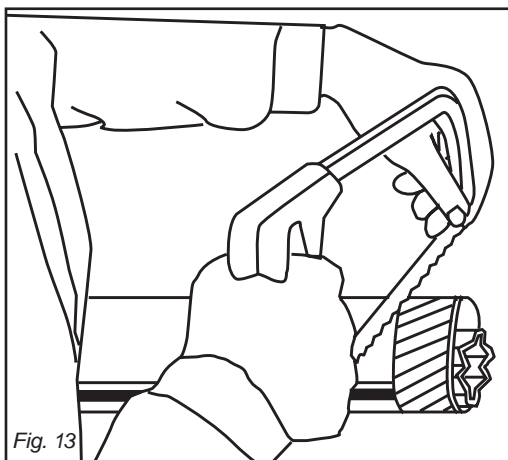
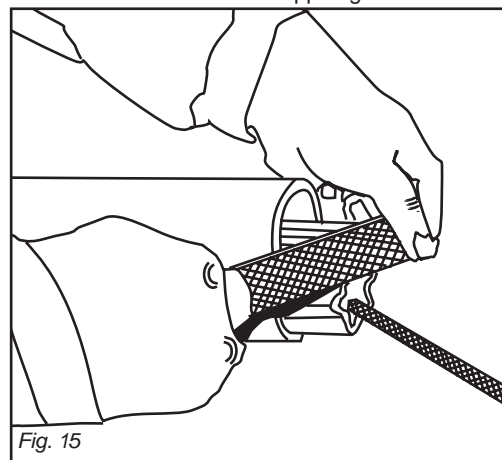
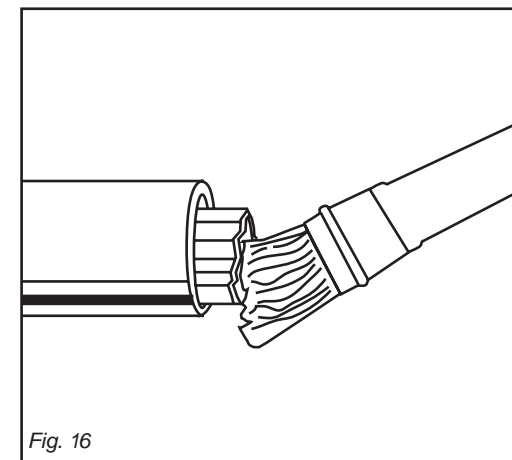

Fig. 13
Fig. 15
Fig. 16
- Shorten the sliding tubes by the same extent (Fig. 13 and 14), deburr and trim (Fig. 15), then grease the inside of the outer tube (Fig. 16).
- Die Gleitrohre um die gleiche Länge (Abb. 13 und 14) kürzen, sie abraten und reinigen (Abb. 15) und das Innere des Außenrohrs schmieren (Abb. 16).
- Raccourcir les tubes coulissant de la même longueur (Fig. 13 et 14), ébavurer et nettoyer (Fig. 15) puis graisser l'intérieur du tube extérieur (Fig. 16).
- Acortar los tubos corredizos en modo uniforme (Fig. 13 y 14), quitar las rebabas y limpiar (Fig. 15) y engrasar dentro del tubo externo (Fig. 16).